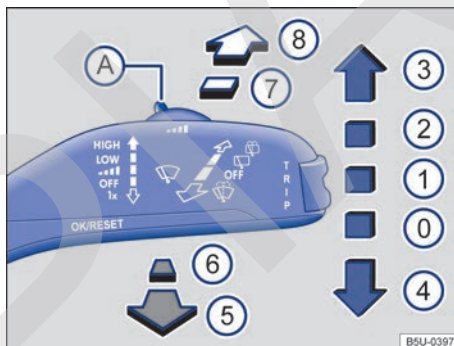

Fig. 63 Variante 1: comandar los limpiaparabrisas/lavaparabrisas y el limpialuneta/lavaluneta.
1 Variante 1: temporizador de los limpiaparabrisas. Con el interruptor → fig. 63 (A) regular los